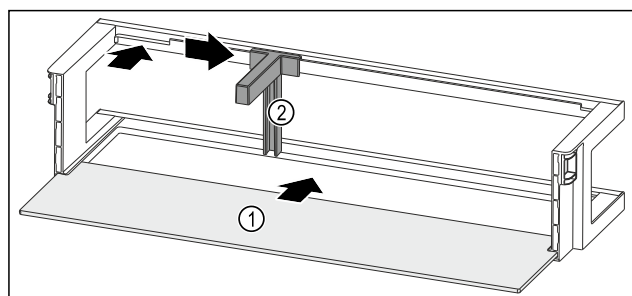

Fig. 206 Balconnet de contre-porte avec tablette de rangement
- Insérer la tablette de rangement Fig. 206 (1) dans les évidements latéraux.
- Insérer le range-bouteilles Fig. 206 (2) dans l'évidement.
- Pousser le range-bouteilles Fig. 206 (2) sur le côté en position souhaitée.